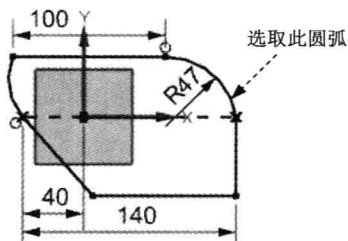

图 1.7 标注圆弧尺寸
(4) 添加圆弧尺寸标注。
① 选择下拉菜单 **插入(I)** → **尺寸(D)** → **自动判断(J)** 命令。选择图 1.7 所示的圆弧，系统自动生成尺寸，选择合适的放置位置单击，在系统弹出的动态输入框中输入 47，结果如图 1.7 所示。